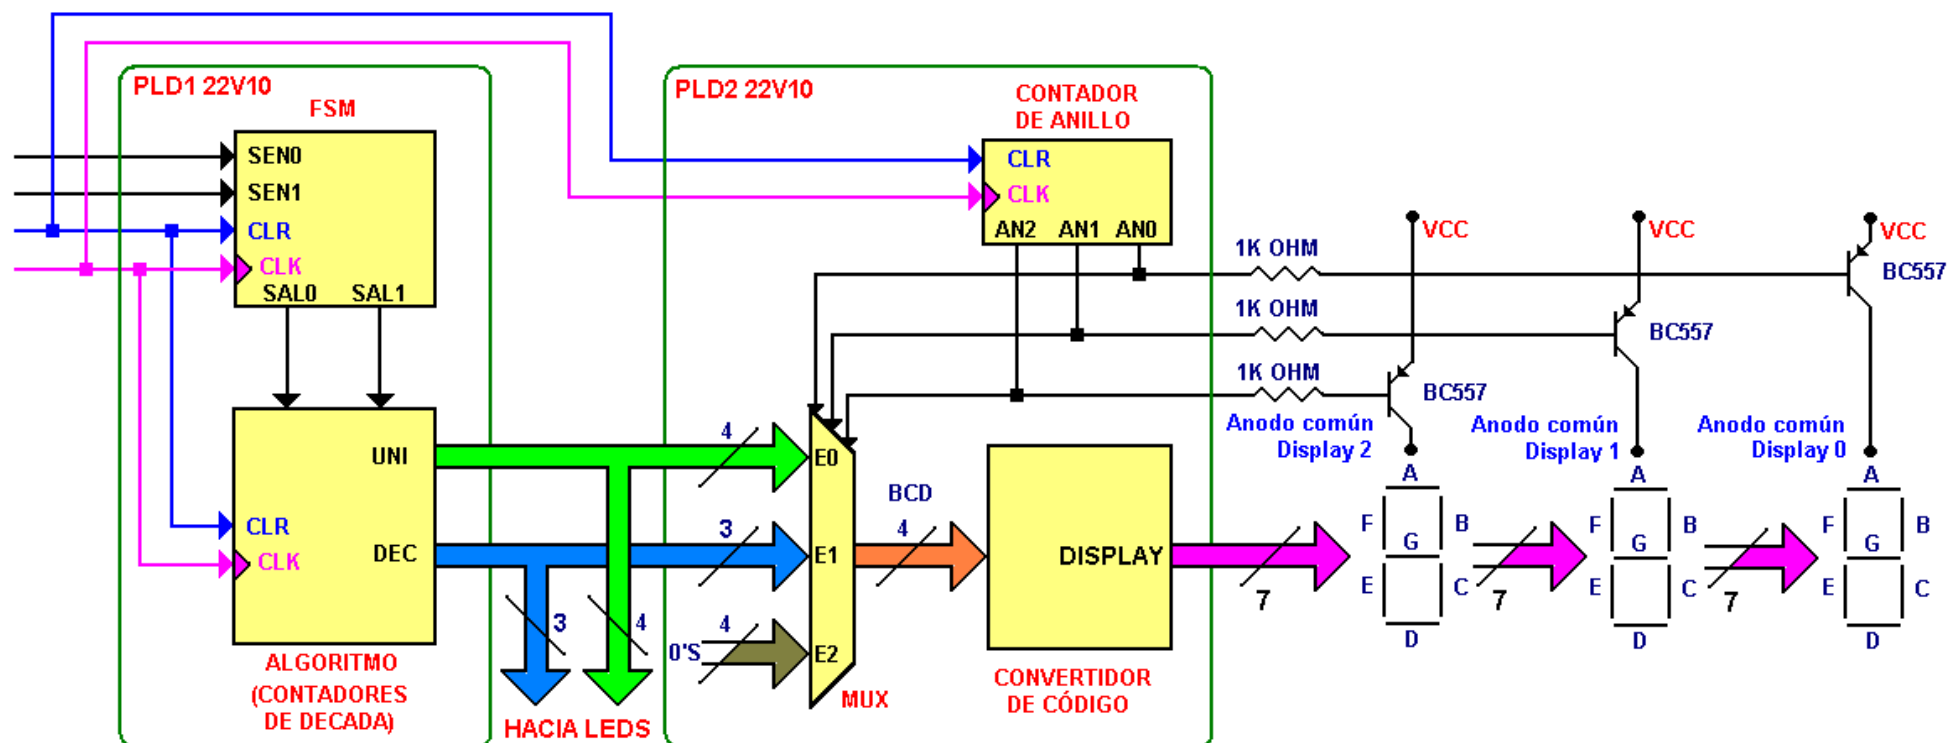

Ilustración 2 Microarquitectura del diseño a realizar.
1. Realizar los programas en VHDL siguiendo la microarquitectura de la Ilustración 2. El diseño propuesto está distribuido en dos PLD 22V10. A continuación se explica los bloques lógicos que contiene cada PLD.